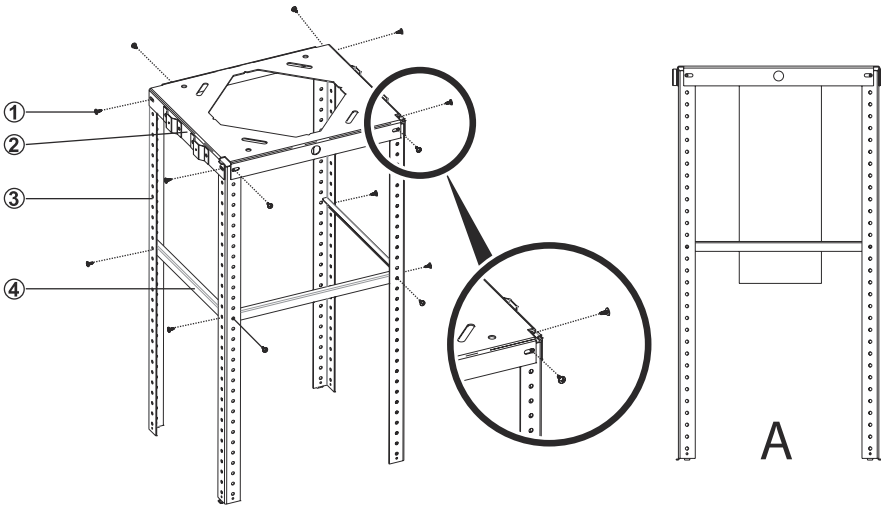

Fig. 8
1. ➔ Montera stängerna (3) på takplattan genom att skruva fast dem med 8st 3,5x9,5 skruvar (1). Observera att hacken i stängerna ska passa takplattan (Fig. 8).
2. ➔ Stabiliseringsbeslaget ska monteras mellan stängerna (4) med 6st 3,5x9,5 skruvar (1) Fig. 8).
3. ➔ Koppla utsugskanalen till fläktens utsug (Fig. 8/A).